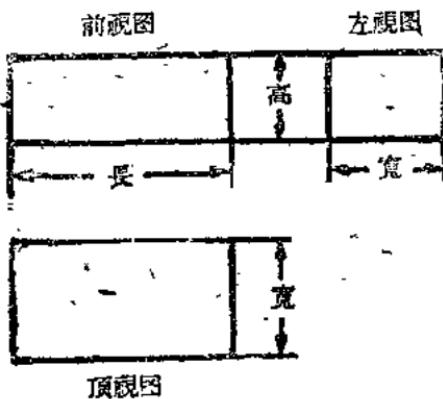

图 1-14
2.一块磚平放着，从它的左上方斜着看过去同时看到它的前面、頂面和侧面，画出立体图来是三个連着的方框，每个方框表示一个面。如图13。倘若我們正对着它的前面、頂面和侧面分别画出三个大小不同的方框来正确地表示三个不同的面，这就是机械图。如图1-14。从前面向后看画出来的图叫作前視圖(視就是看)，它表示磚的長和高；从上面往下看画出来的图叫作頂視圖，它表示磚的長和寬；从左边向右边看画出来的图叫作左視圖，它表示磚的寬和高。在工厂里大家叫作三面图。这三面图是照着一定地位排列的，左視图画在前視圖的右边